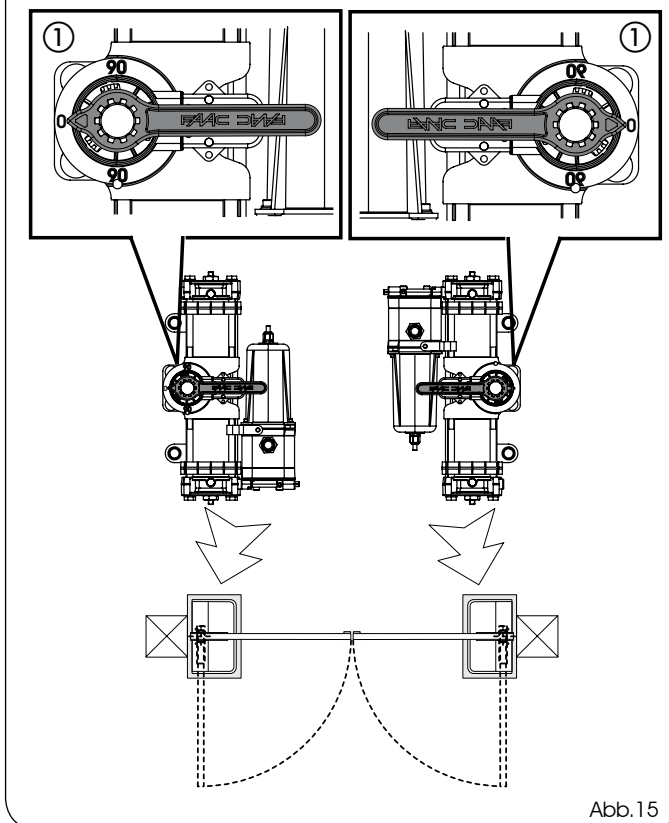

Abb.15
- 6) Ohne das Ritzel zu bewegen, den im Lieferumfang enthaltenen Schlüssel am Antrieb einstecken (siehe Abb. 15) und sicherstellen, dass dieser auf 0 (NULL) am Kunststoffteil des Antriebs (Abb. 15, Bez. ①) zeigt, eventuell das Ritzel damit drehen.